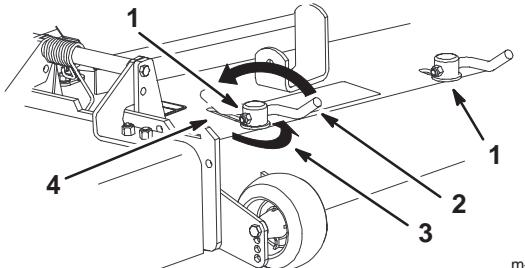

Figure 21
- Pour régler les verrous à came, soulevez le levier pour desserrer le verrou (Fig. 21).
- Repoussez le levier à sa position d'origine pour serrer le déflecteur et les verrous (Fig. 21).
- Si les cames ne bloquent pas le déflecteur en position ou si le déflecteur est trop serré, desserrez le levier puis tournez le verrou à came. Réglez le verrou à came jusqu'à obtention de la pression de verrouillage voulue (Fig. 21).